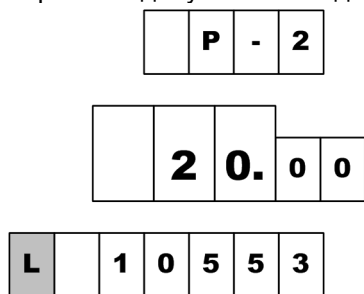

Рисунок 6
9.6 Предусмотрен просмотр на табло значений суммарного счетчика рукава в строке указателя стоимости с мигающим символом "L" в старшем разряде. В строке цены за литр отображается порядковый номер рукава и символы "P -" (рисунок 6). В случае многорукавной колонки, чтобы просмотреть на табло значения суммарных счетчиков других рукавов стороны, необходимо снять раздаточный кран интересующего рукава. В этом режиме допускается выдача топлива.